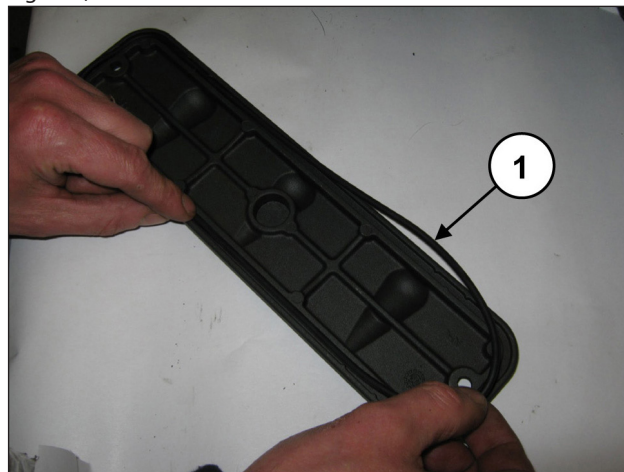
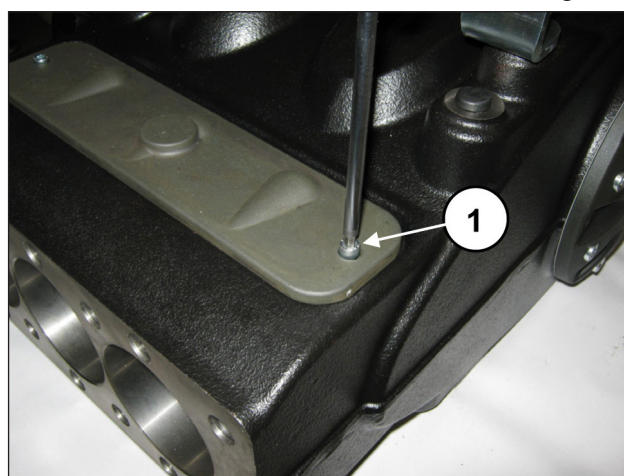

Fig. 195
Fig. 196
Sui coperchi ispezione inserire l'O-ring (pos. ①, Fig. 195) e montare i coperchi mediante l'utilizzo di 2 viti M6x14 (pos. ①, Fig. 196) e 2 viti M6x40.